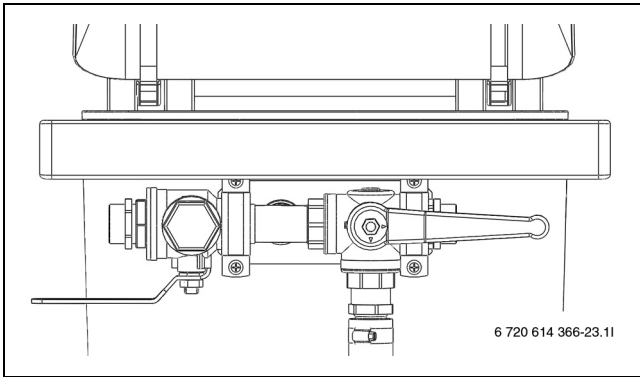

Bild 20 Befüllstation in Befüllposition
- ▶ Ventile der Befüllstation auf die Befüllposition stellen und Kreis mit Sole befüllen (→ Abb. 20).